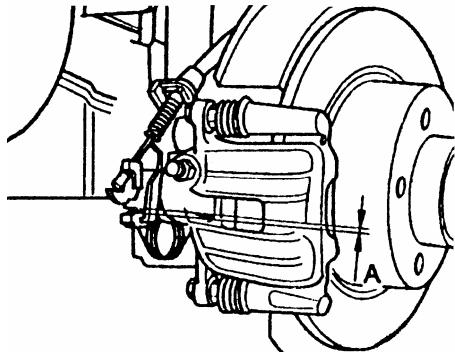

图 13-58 杠杆与制动钳之间的间隙
(8) 如图 13-58 所示, 拧至杠杆稍稍离开制动钳。注意尺寸 A, 应可看到这个小间隙, 但不超过 1.5mm。